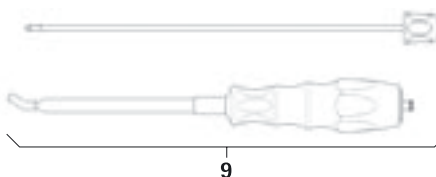

Abb. 4
- Stab-Einsetzinstrument 9 demontieren, siehe Abb. 4: